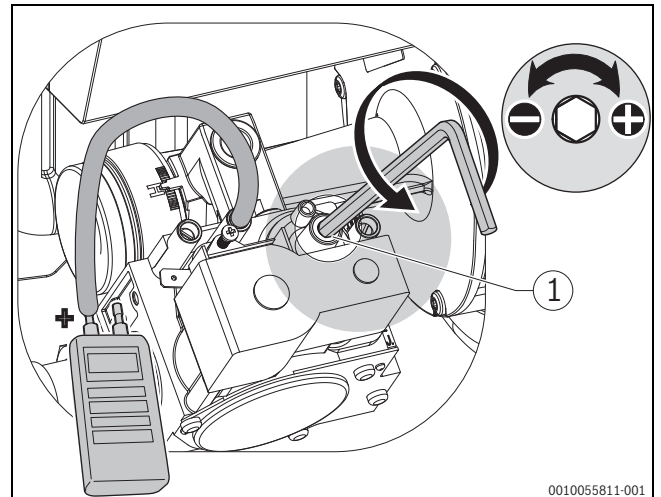

Bild 42 Einstellung Teillast
- ▶ Gas-Luft-Verhältnis an der Einstellschraube einstellen (→Bild 42).